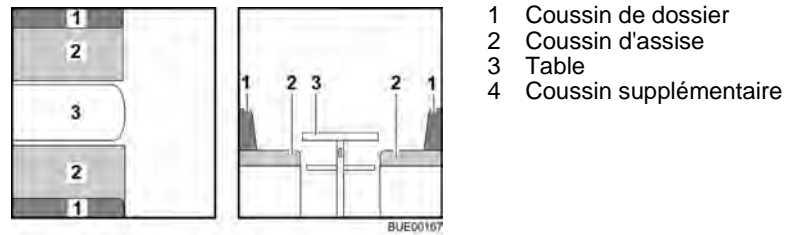

Fig. 86 Avant la transformation
- Convertir la table (Fig. 86,3) en sommier de lit (voir paragraphe 6.11).
- Enlever les coussins de dossier (Fig. 86,1) et les placer de côté.